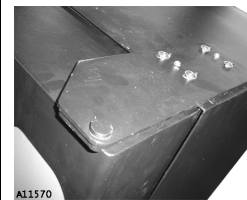

Figura 4b. Placa de bisagra superior
3. **Retire la puerta** – Retire los dos (2) pequeños tornillos y las cuatro (4) tuercas y tornillos que detienen la Bisagra Superior al gabinete mientras que detiene la puerta en su lugar para prevenir que se doble o dañe el pivote inferior. (Ver Figura 4b). Guarde el equipo de montura para el paso 0. Levante la puerta para retirarla de la bisagra inferior.
**Vuelva a sujetar la puerta** - Sujete la parte inferior de la puerta a la Bisagra de la Puerta. Detenga la puerta en su lugar mientras sujeta la Lámina Superior de la Bisagra al gabinete utilizando los sujetadores de equipo del paso 3 (Figura 4b). Primero instale dos (2) tornillos pequeños para poner la Lámina de la Bisagra Superior en su lugar y luego ponga las cuatro tuercas y tornillos